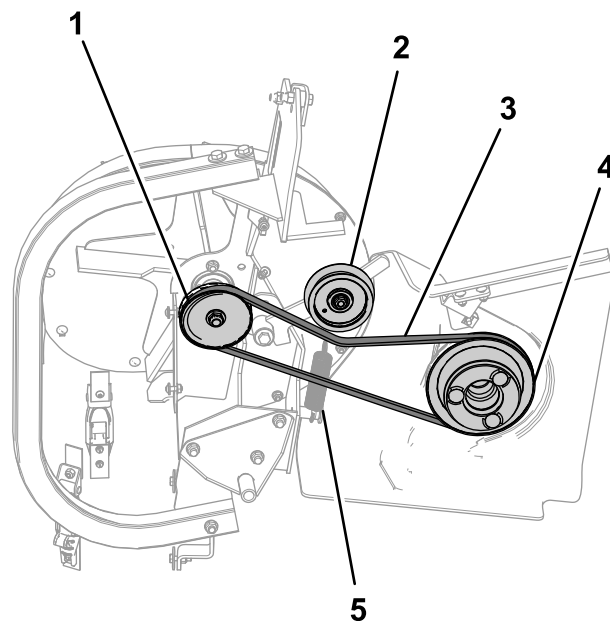

Figura 35
1. Coloque la correa del soplador alrededor de la polea motriz, como se muestra en la Figura 35.